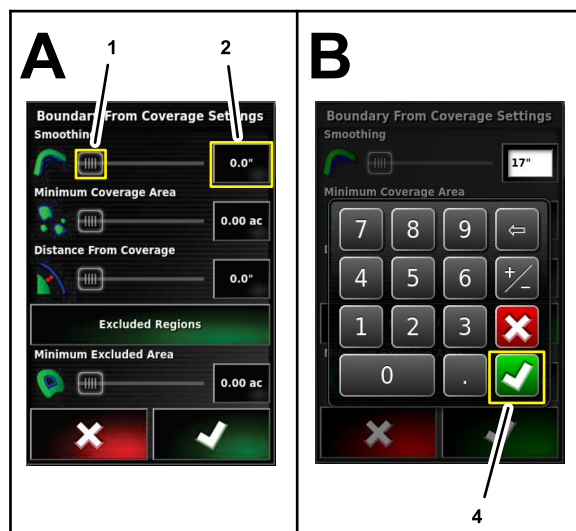

Рисунок 52
3. Нажмите на значок ввода числового значения для установки настройки сглаживания (Рисунок 52). С помощью клавиатуры на экране введите нужное значение и нажмите на значок подтверждения.